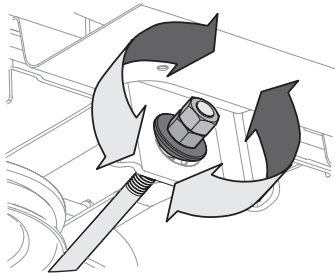

Fig. 41
4. Para **elevar** el frente de la plataforma, afloje la tuerca exterior y luego apriete (rosca hacia adentro) la tuerca contra el soporte de suspensión delantera (Fig. 41 en la página 68). Cuando se logre el torque correcto, vuelva a apretar la tuerca exterior hasta 25-30 pies-libras (34-41 N-m).
- Para **bajar** el frente de la plataforma, afloje la tuerca exterior y luego afloje (rosca hacia afuera) la tuerca interior, alejándola del soporte de suspensión delantera (Fig. 41). Cuando se logre el ajuste correcto, vuelva a apretar la tuerca exterior.